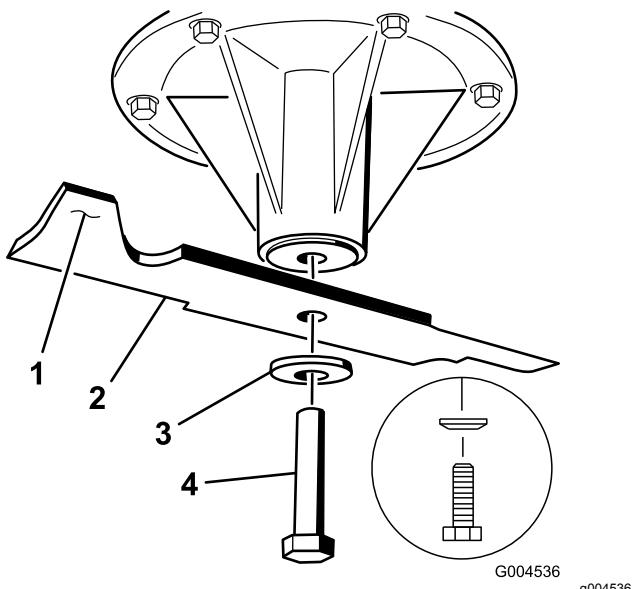

Figura 114
2. Retire del eje el perno de las cuchillas izquierda y central, la arandela curva y la cuchilla (Figura 114).
3. Retire del eje el perno de la cuchilla derecha (perno con rosca a izquierdas), la arandela curva y la cuchilla (Figura 114).
1. Instale las cuchillas izquierda y central, las arandelas curvas y los pernos de las cuchillas en los ejes (Figura 114 y Figura 115).
- Nota:** Instale la arandela curva con el cono hacia la cabeza del perno (Figura 114).
2. Instale la cuchilla derecha, la arandela curva y el perno de la cuchilla (perno con rosca a izquierdas) en el eje (Figura 114 y Figura 115).